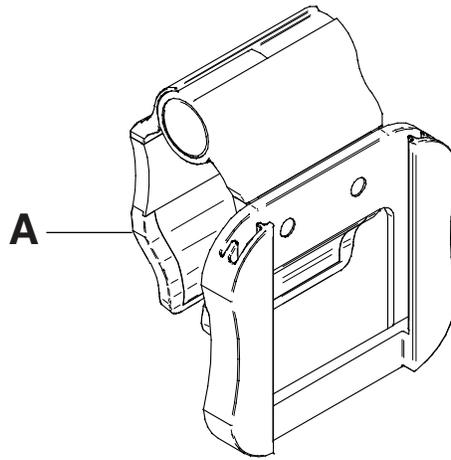

Figure 116 – Clip pour commande suspendue du patient
1. Soulever le clip (A) (Figure 116).